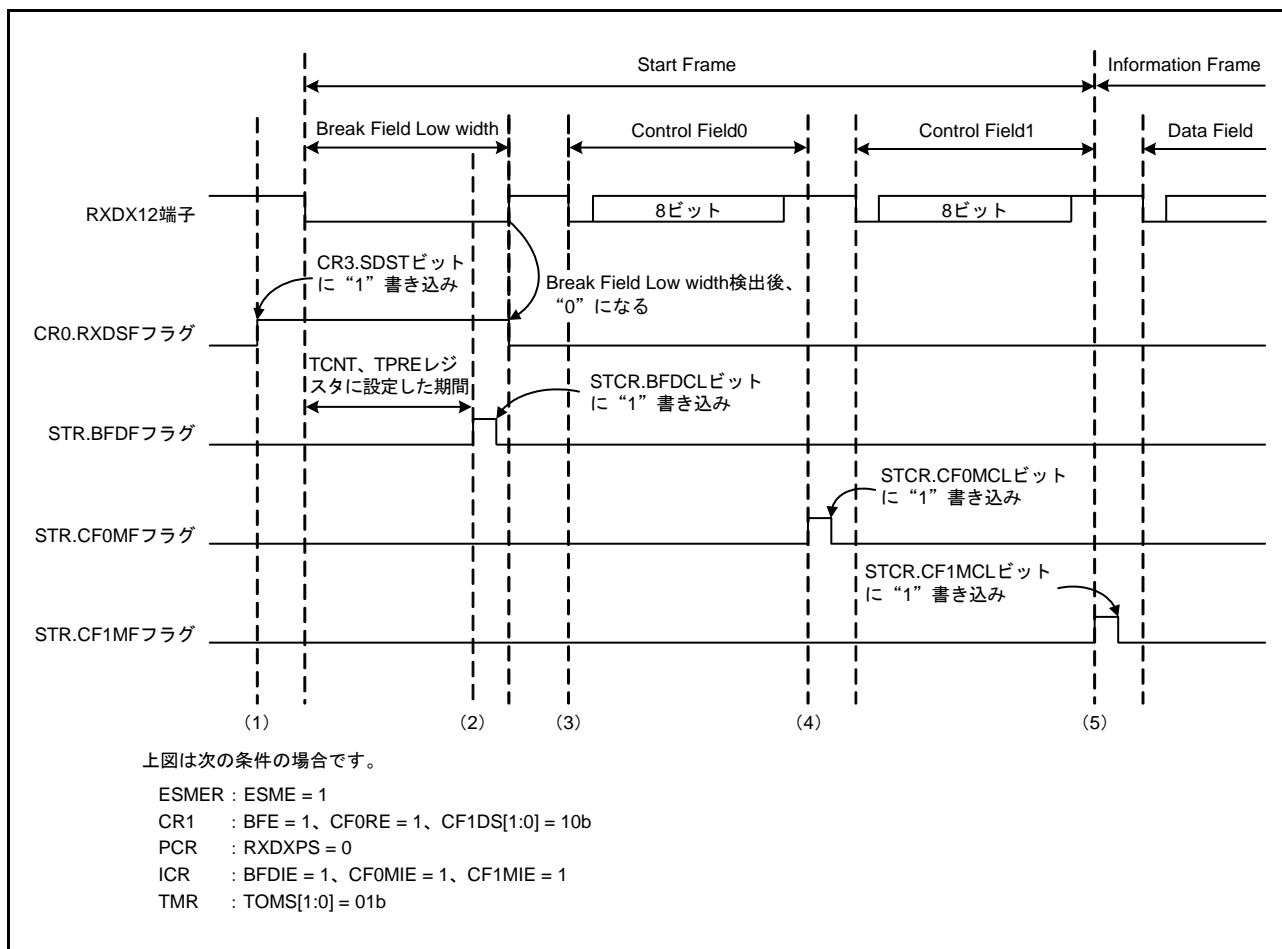
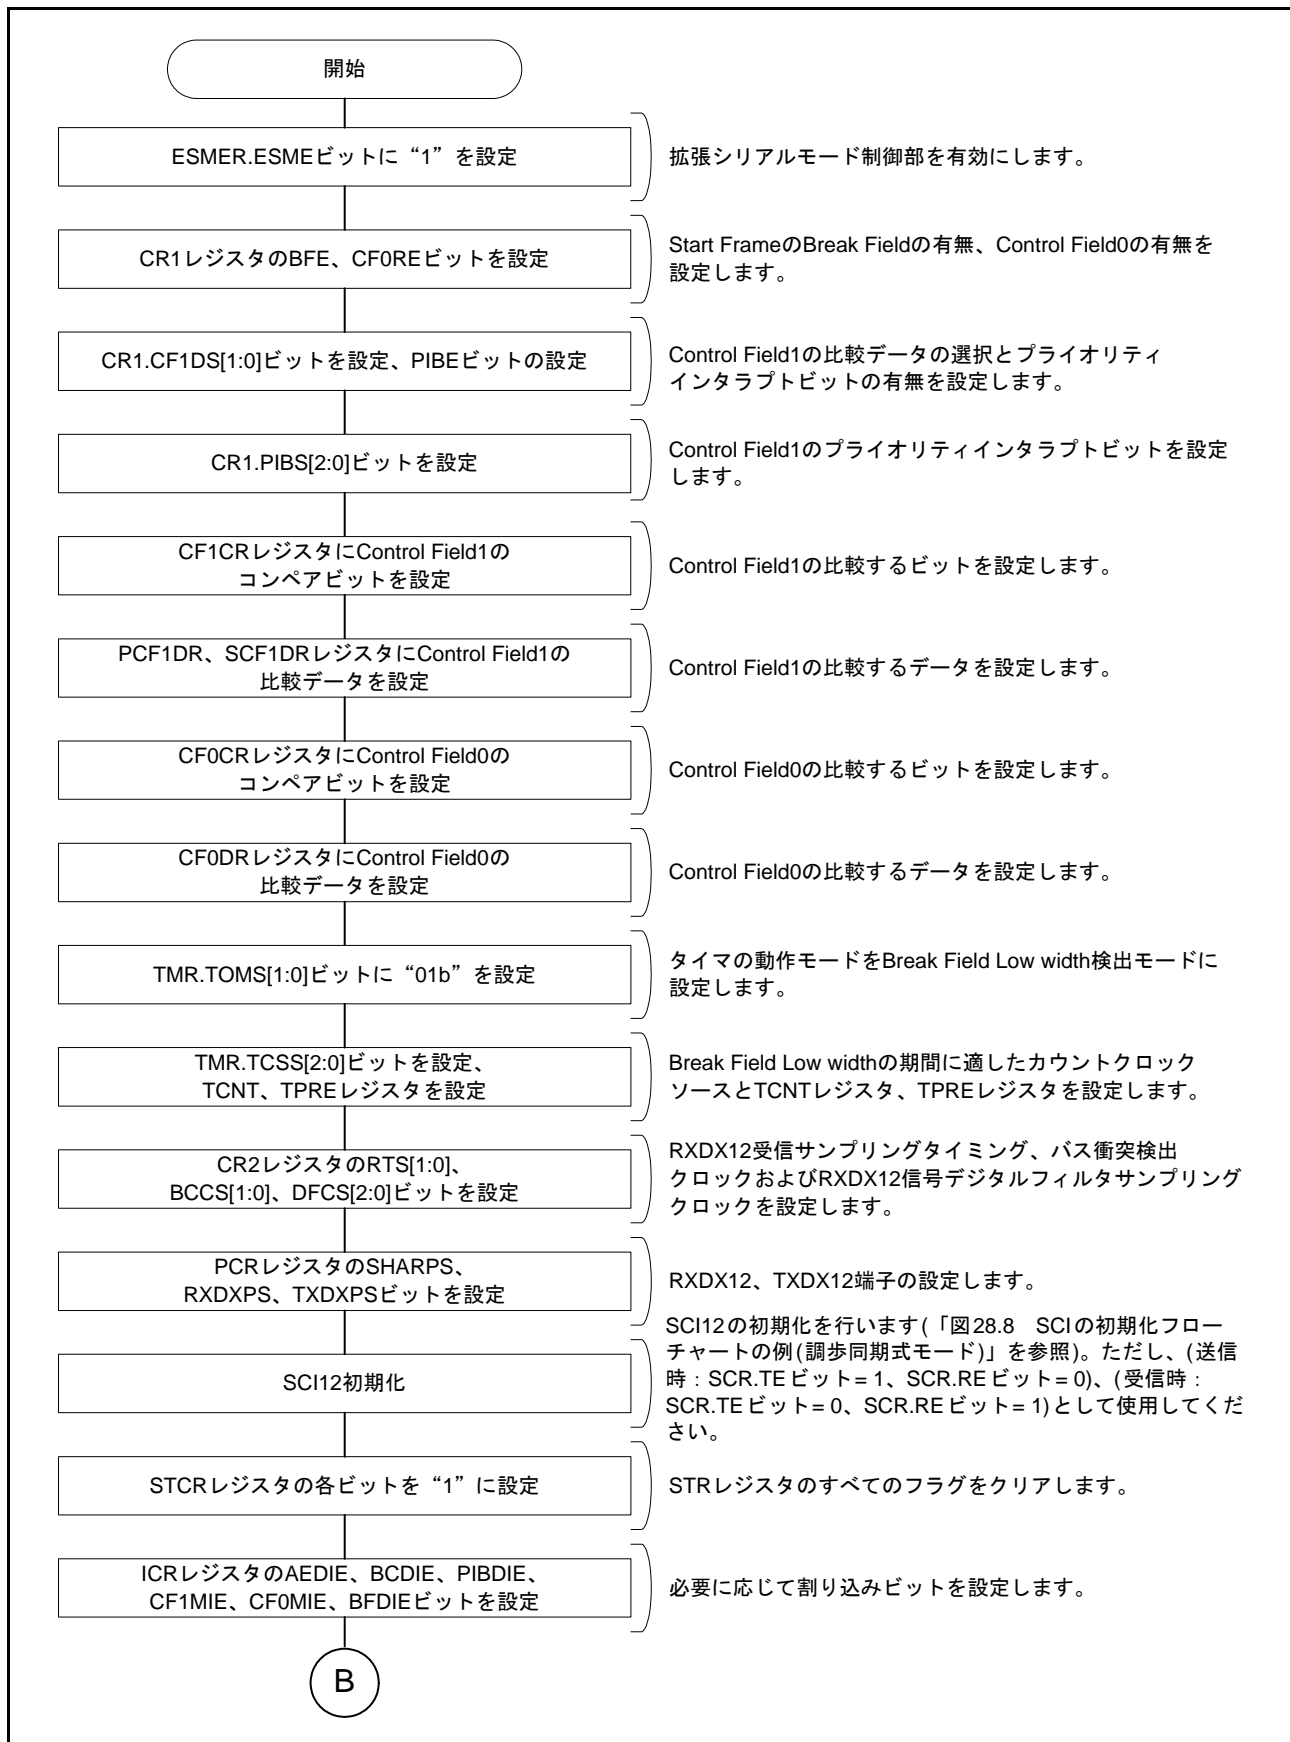
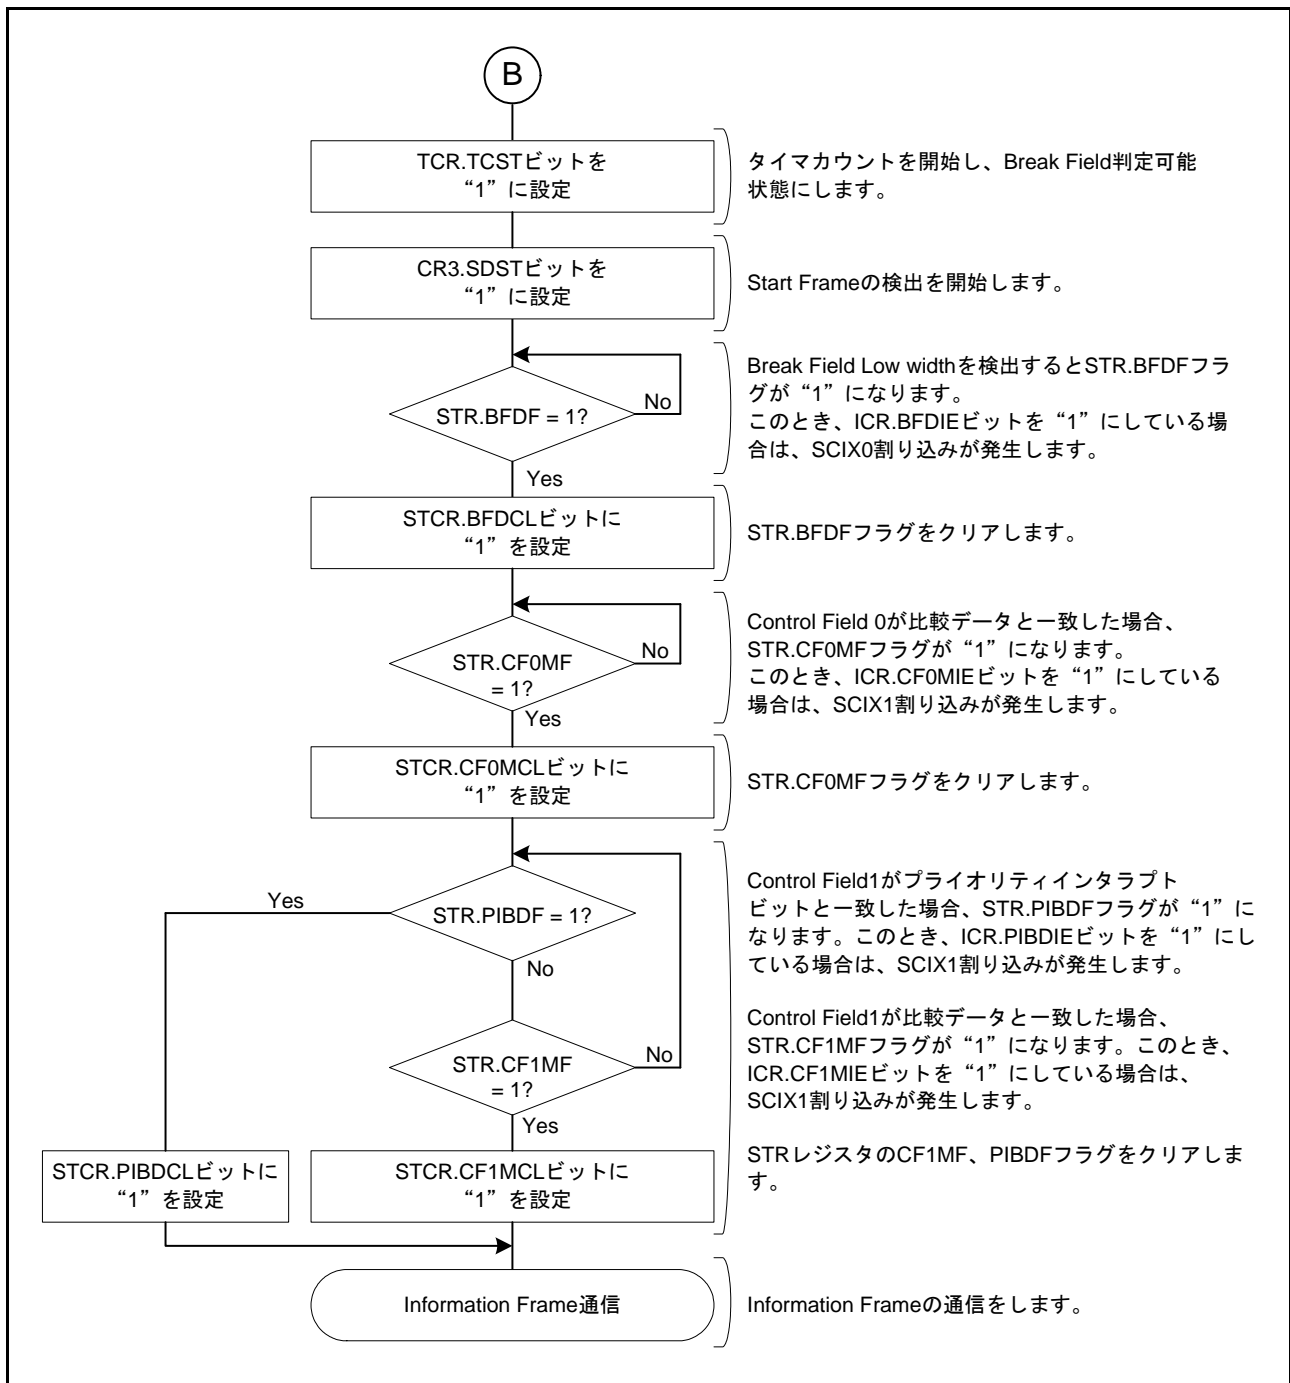
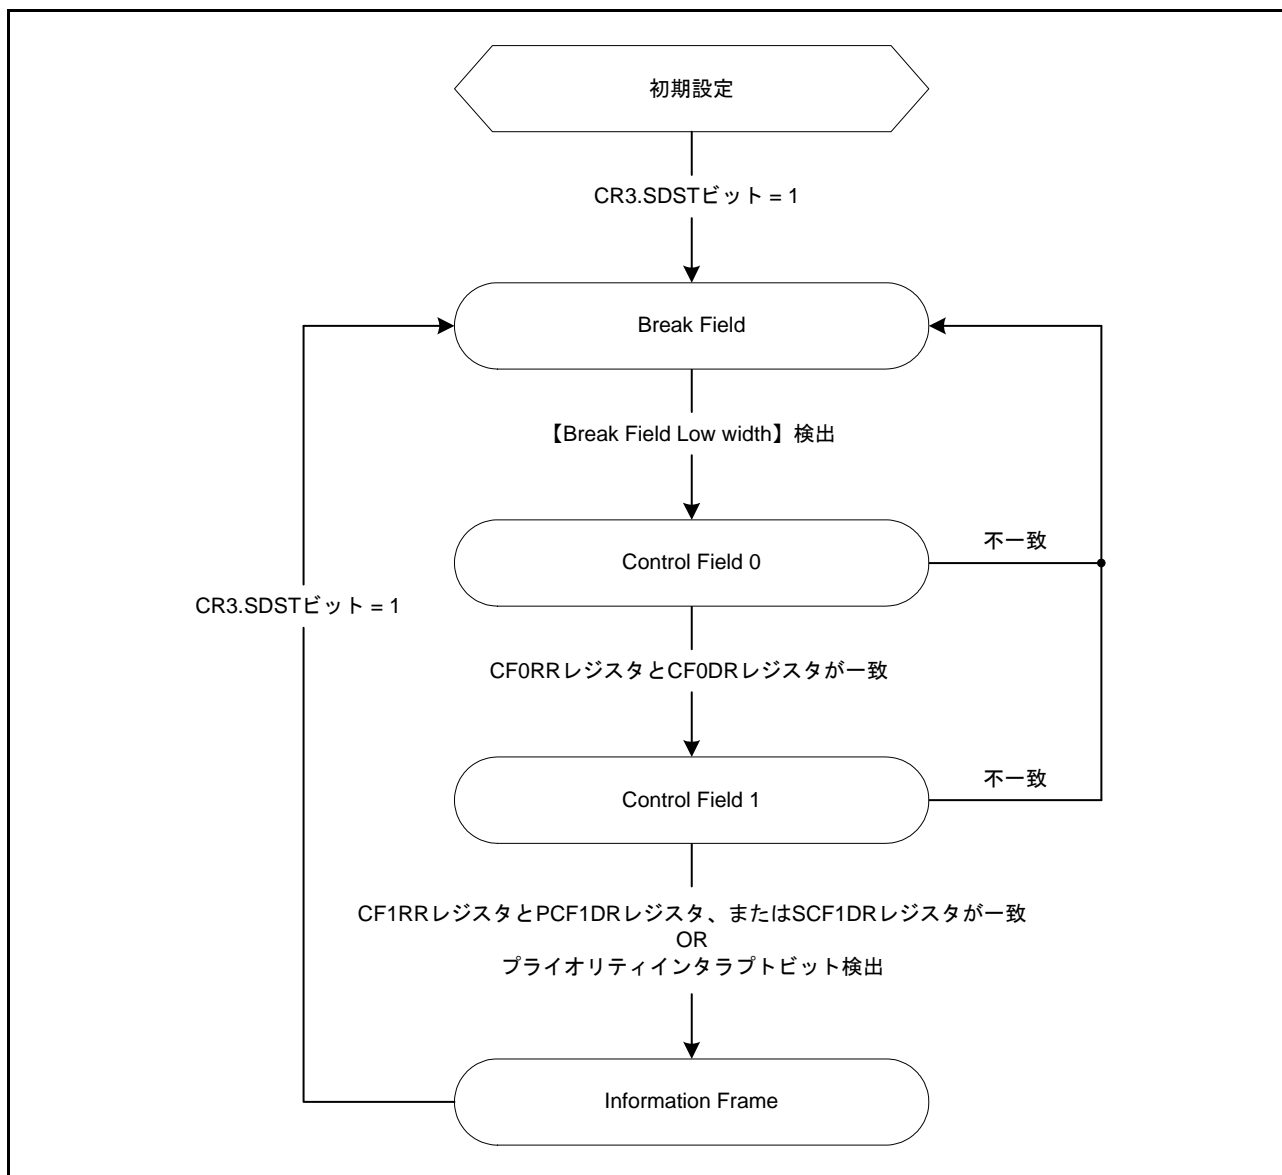

図 28.63 Start Frame 受信時の動作例
図 28.64 Start Frame 受信フローチャート例 (1)
図 28.65 Start Frame 受信フローチャート例 (2)
図 28.66 Start Frame 受信時の状態遷移図
図 28.63 に Break Field Low width、Control Field 0 および Control Field 1 で構成される Start Frame の受信時の動作例を示します。また、図 28.64、図 28.65 に Start Frame の受信を行うためのフローチャート、図 28.66 に Start Frame 受信時の状態遷移図を示します。
(1)～(4) は図 28.63 の Start Frame 受信時の動作例 (1)～(4) と同様になります。
(5) CR1.PIBS[2:0] ビットで指定したビットの値が PCF1DR レジスタに設定した値と一致した場合、STR.PIBDF フラグが“1”になります。また、ICR.PIBDIE ビットを“1”にしている場合は、SCIX1 割り込みが発生します。その後、Information Frame の通信を行います。Control Field 1 で受信したデータが PCF1DR レジスタまたは SCF1DR レジスタに設定したデータのどちらとも一致せず、プライオリティインタラプトビットも検出しない場合は、Break Field Low width 検出前の状態に遷移します。